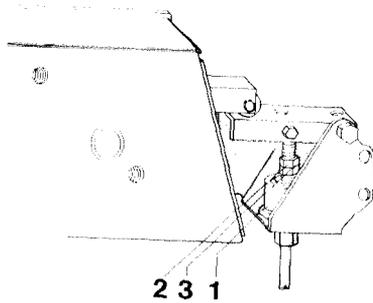

Fig. 55
Dans le cas où le vérin hydraulique (fig. 55/1) ne mettrait pas en action le boîtier programmeur, procéder aux réglages suivants, le piston du vérin entièrement sorti:
- serrer à fond le contre-écrou (fig. 55/2).